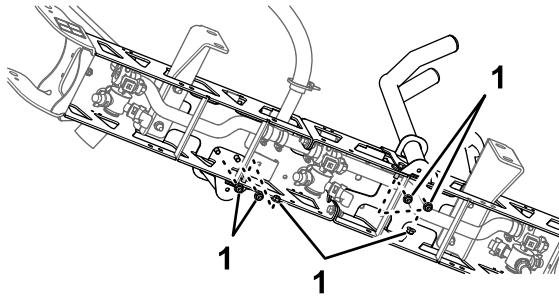

Figura 36
3. Instale los soportes en la sección del brazo (Figura 35 y Figura 36) con 6 pernos ( $\frac{3}{8}$ " x 1") y 6 contratuercas con arandela prensada ( $\frac{3}{8}$ ").